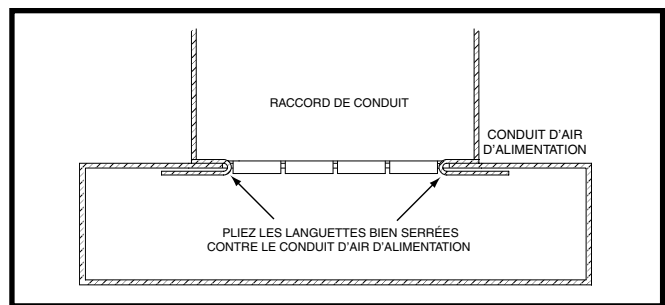

Figure 6. Languettes du raccord de conduit
- Pliez les languettes inférieures du raccord de conduit vers le haut et serrez-les le plus possible contre le conduit d'alimentation en air. Voyez la Figure 6 \(page 7\).